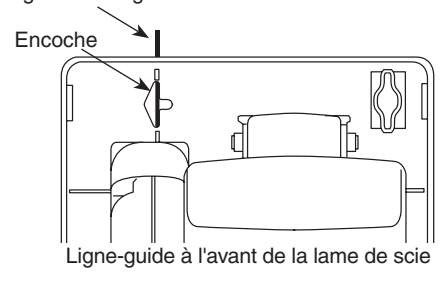

Fig. 3
1. Alinez la ligne de mire du sabot sur votre ligne de sciage. (Voir la fig. 3.)